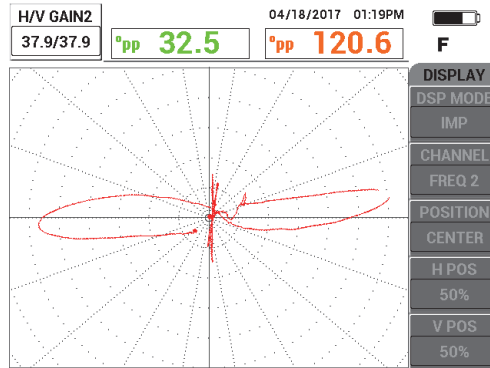

図 5-199 周波数 2 のゲイン調整
6. サポートリング信号が画面でクリップされないように調整します (8 ~ 9 主要区分) [272 ページの図 5-199]。